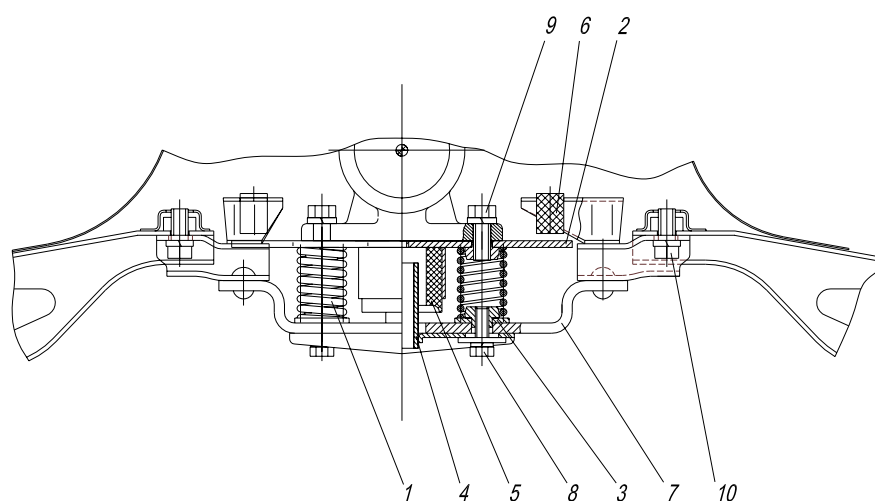

Рис.75. Задняя подвеска силового агрегата.
- (2) Поднять автомобиль на подъёмнике и подпереть коробку передач.
- (3) Снять 4 болта М10х22 с пружинными шайбами крепления задней подвески силового агрегата к кузову автомобиля. (Рис.75).
- (4) Снять 2 болта М10х25 с пружинными шайбами крепления задней опоры силового агрегата к картеру КПП.
- (5) Снять заднюю опору в сборе с поперечиной.
- (1) Прикрепить заднюю опору в сборе с поперечиной к площадке заднего картера КПП 2 болтами М10х25 поз.9 с пружинными шайбами.
- (2) Ослабить болты поз.8 (Рис.75,76) и вставить оправку поз.11 во втулку ограничителя поз.4 и ввернуть до упора в верхнюю пластину поз.2 задней опоры.
- (3) Установить и затянуть болты поз.10 крепления задней поперечины к кузову автомобиля.
- (4) Затянуть болты поз.8 крепящие пластину ограничителя поз.4, вывернуть оправку.
- (5) Убрать подставку из-под КПП.
- (6) Опустить автомобиль.
- (7) Подсоединить минусовый провод к АКБ.